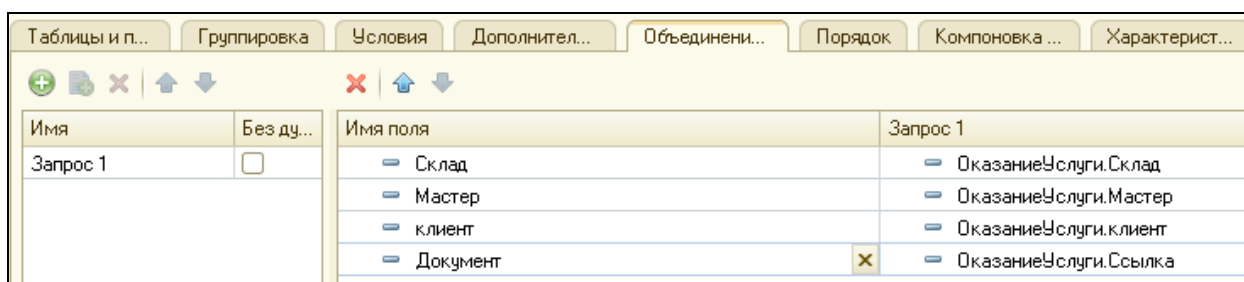

Рисунок 4.9 Псевдоним к полю Ссылка
6. Перейти на закладку **Объединения/Псевдонимы**. Дважды щелкнуть по полю **Ссылка** и ввести псевдоним **Документ**.(рис. 4.9).